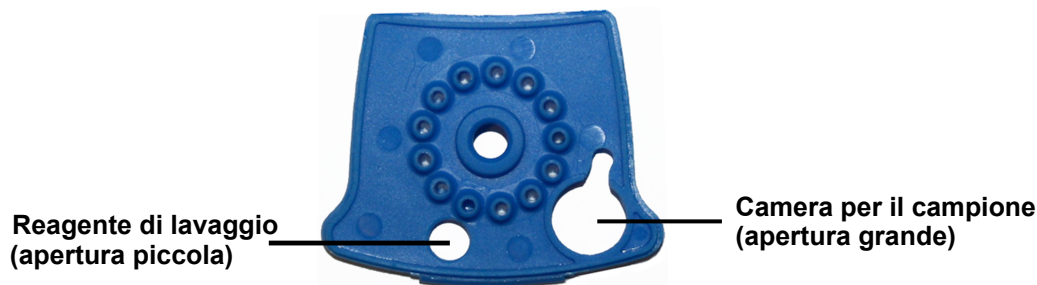

Figura 1. Cartuccia Xpert BCR-ABL Ultra p190 (vista dall'alto)
3. Sollevare il coperchio della cartuccia e trasferire l'intero contenuto della fiala di reagente di lavaggio (1) nella camera del reagente di lavaggio (apertura piccola). Vedere la Figura 1.
4. Pipettare l'intero contenuto del campione di analisi preparato nella camera per il campione (apertura grande). Vedere la Figura 1.